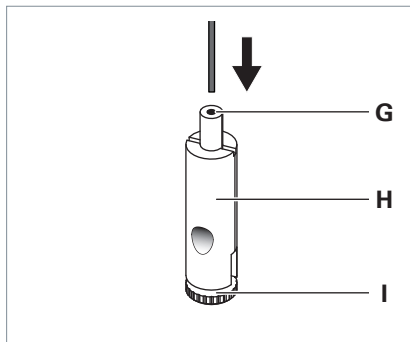

Fig. 8: Montaggio del fermacavo.
- ▶ Far passare il cavo metallico attraverso la bussola di guida **G** del fermacavo **H**, vedi Fig. 8.